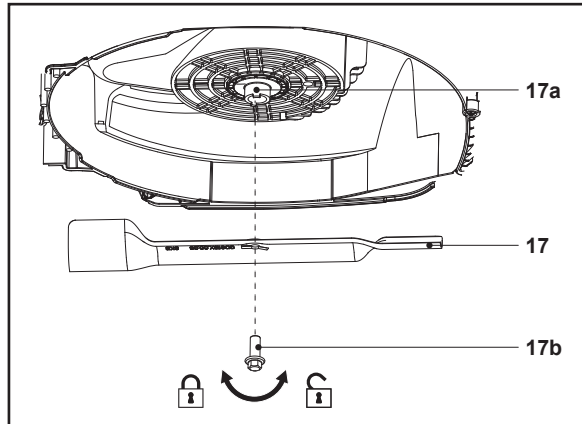

Fig. 13
1. Păstrează partea de dedesubt și dispozitivul de tăiere (17) curate și fără reziduuri. Îndepărtează resturile vegetale din jgheabul de evacuare (18).
3. Păstrează dispozitivul de tăiere (17) ascuțit pentru a asigura o bună performanță de tăiere. Înlocuiește dispozitivul de tăiere uzat sau deteriorat cu unul nou de același tip sau apelează la un specialist calificat pentru a-l ascuți.
4. Slăbește șurubul (17b) în sens antiorar folosind o cheie adecvată și scoate-l împreună cu dispozitivul de tăiere (17) (fig. 13).
6. Prinde la loc dispozitivul de tăiere (17) pe ax (17a) cu atenție, pentru a-l alinia corect. Apoi strânge la loc șurubul de fixare. Cuplul de strângere trebuie să fie de aproximativ 25 Nm.
8. Lubrifiază dispozitivul de tăiere (17) după fiecare utilizare pentru a prelungi durata sa de viață și pe cea a produsului. Aplică puțin ulei pentru utilaje pe marginea dispozitivului de tăiere.